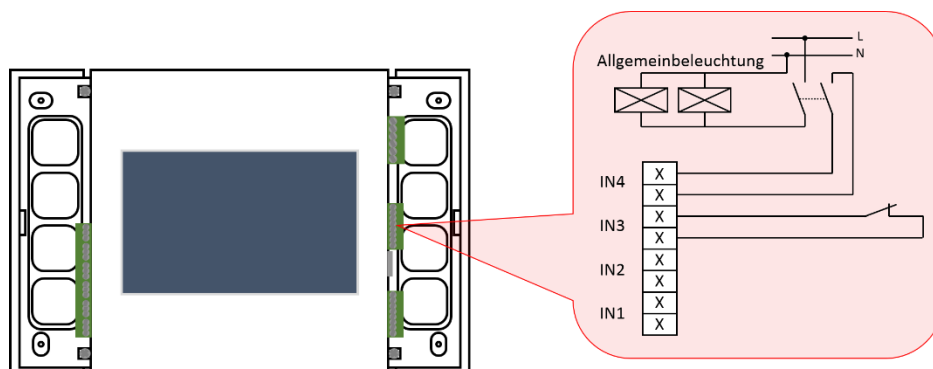

Abbildung 10 Schalteranschluss
Die Eingänge der ECC2-Touch Anlage eignen sich auch dazu, Schalter der Allgemeinbeleuchtung mit abzufragen. Dies ermöglicht Leuchten mit der Allgemeinbeleuchtung zu schalten. Die Schaltlogik kann programmiert werden. Abbildung 10 Schalteranschluss zeigt die korrekte Verkabelung für Schaltvorgänge mit oder ohne Allgemeinbeleuchtung. Bei der Programmierung kann zwischen Normal Offen (NO) und Normal geschlossen (NC) gewählt werden. Die Programmierung der Eingänge für Schaltvorgänge ist in Schalter programmieren erläutert.